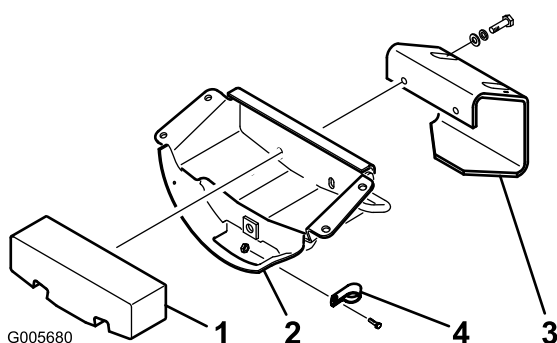

Figure 5
1. Retirez 2 vis (1/2 x 3/4"), rondelles-freins et rondelles plates qui fixent la masse arrière au support de pont (Figure 5).